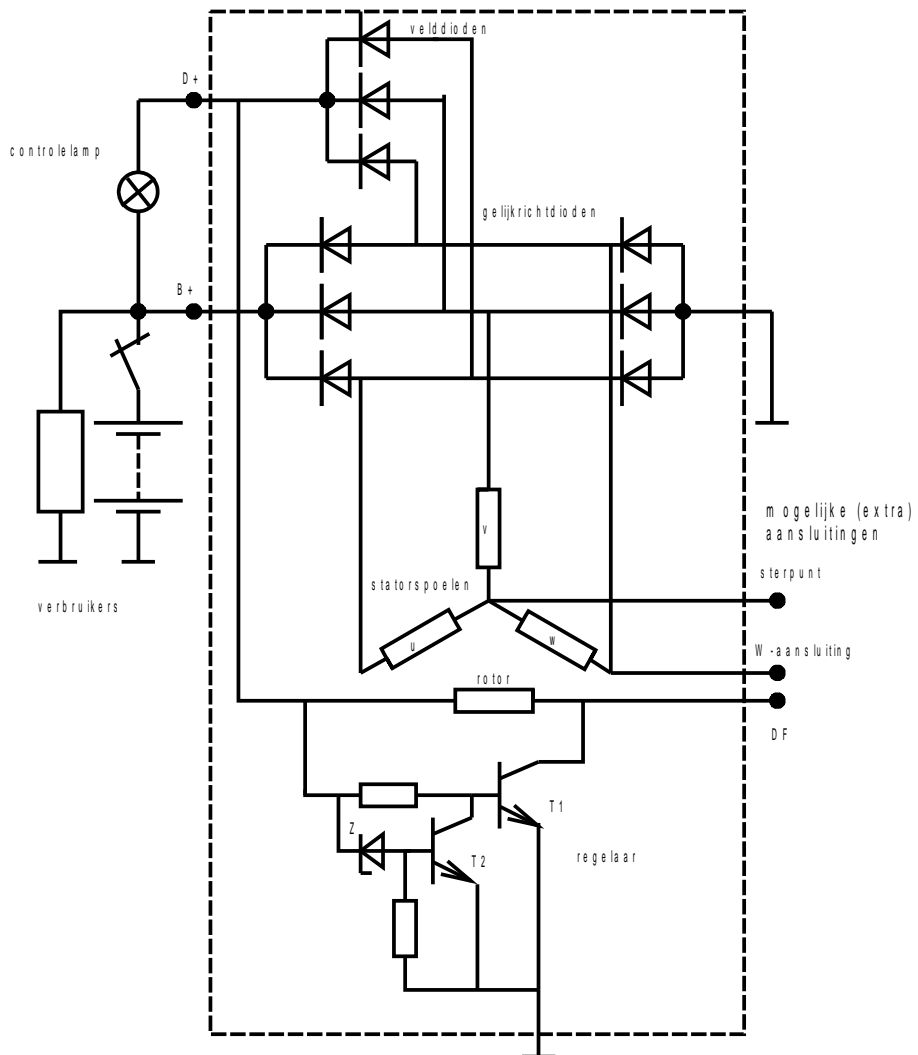

Fig. 2 Schema universeel laadstroomcircuit. Dynamo met ingebouwde elektronische regelaar.
1. Ga op de practicum-auto na welke aansluitingen de dynamo heeft. Gebruik het elektrische schema van de practicumauto om het laadstroomcircuit te tekenen. Zorg ervoor dat je het laadcircuit begrijpt en kunt uitleggen. Het schema van fig. 2 kan misschien hierbij helpen.